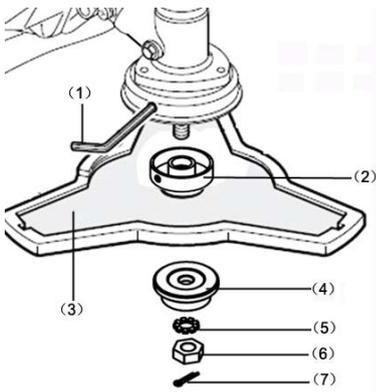

Fig.7-1
- 4) Placez la bride inférieure (4) et la rondelle (5) sur la lame (3). (Fig.7-1)